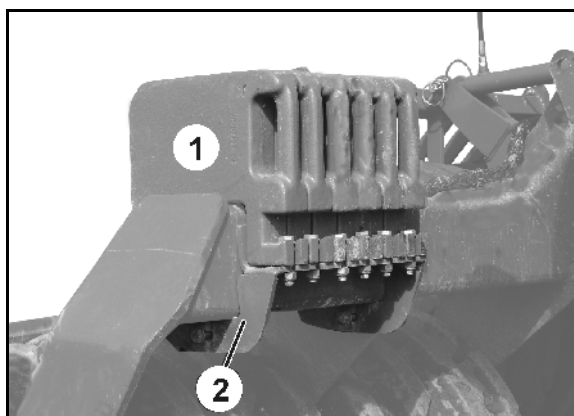

Bild 29
- Fäst tilläggsvikt (Bild 29/1) och hållplåt (Bild 29/2) med två skruvar på ramröret.